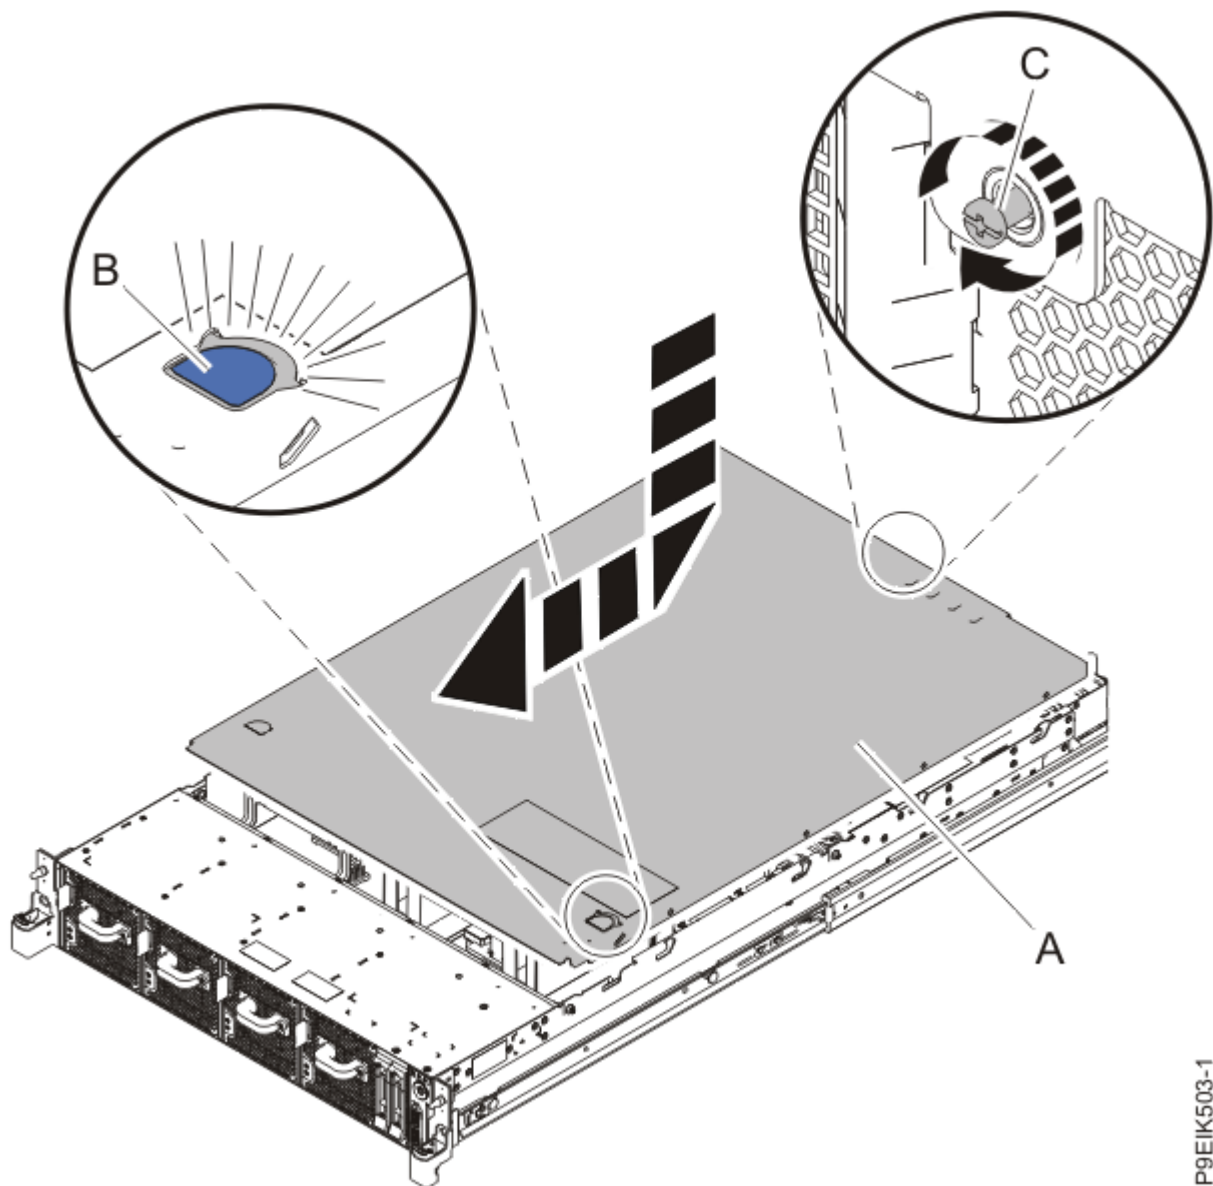

Figura 101. Instalación de la cubierta
1. Coloque la cubierta (A) en la unidad del sistema de tal manera que las patillas de alineación de la cubierta queden alineadas con las ranuras del chasis. Deslice la cubierta hacia la parte frontal del sistema hasta que el pestillo de liberación de color azul (B) quede fijado en su lugar, tal como se muestra en la Figura 101 en la página 131.